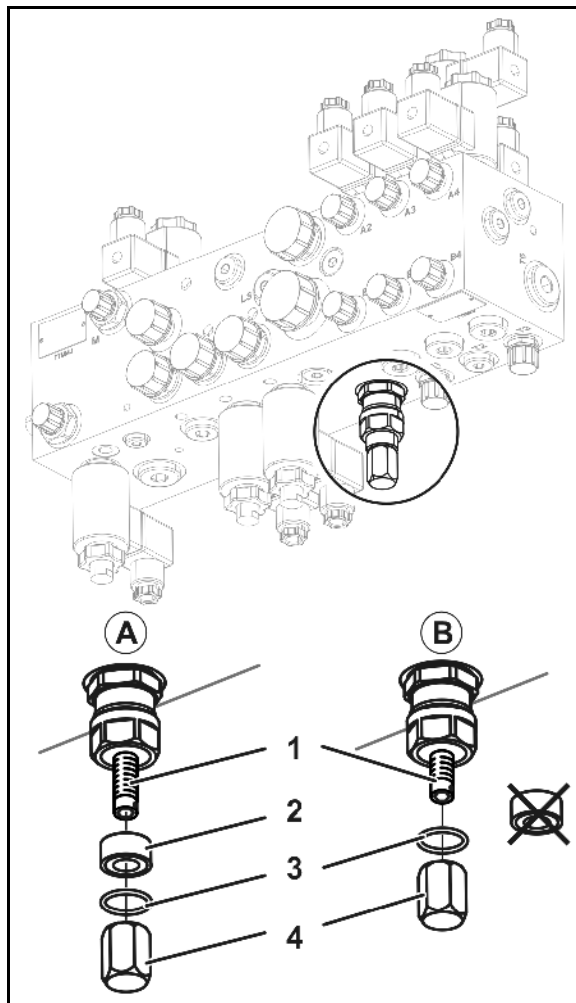

Fig. 49
- Brug afstandsmuffe (Fig. 49/A)